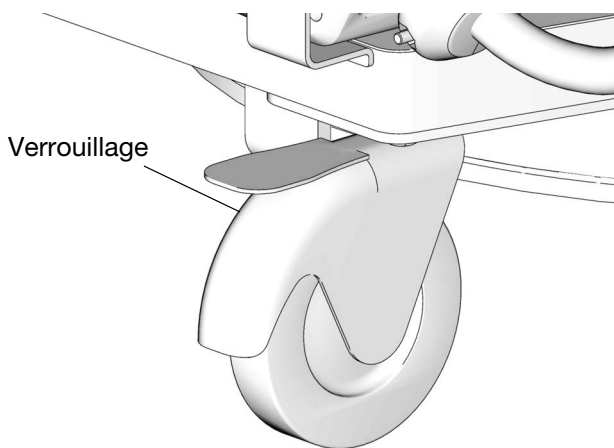

FIG. 36
8. Verrouiller les roulettes afin de maintenir le chariot en place pendant le fonctionnement (FIG. 36).